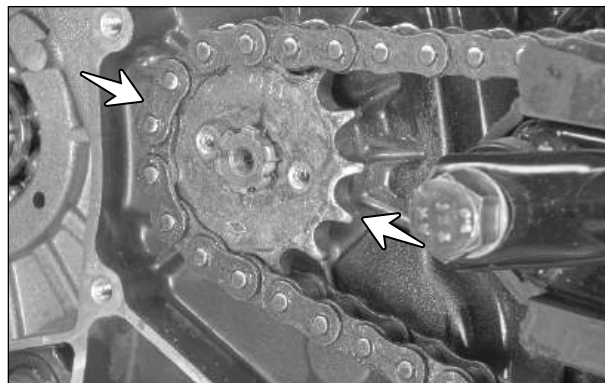

Fig. 3.117
- Remova o pinhão da transmissão junto com o conjunto da corrente de transmissão (setas) do eixo de transmissão. (Fig. 3.117)